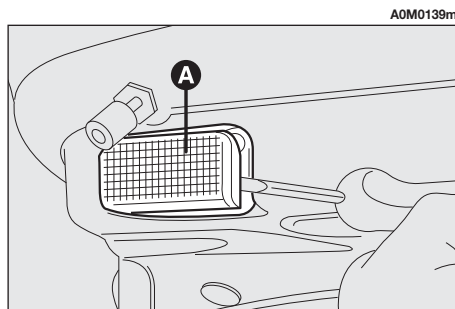

fig. 57
- Estrarre la plafoniera (A-fig. 57) facendo leva con un cacciavite a lama piatta nel punto indicato.